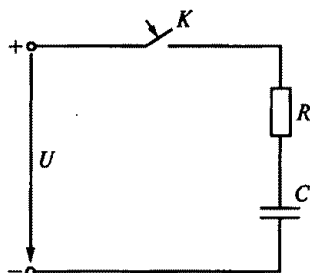

Рис. 150
4.19. Во время заряда конденсатора по схеме, показанной на рис. 150, в резисторе R электрическая энергия превращается в тепло. Как соотносится эта энергия W_R с энергией заряженного конденсатора W_C ?